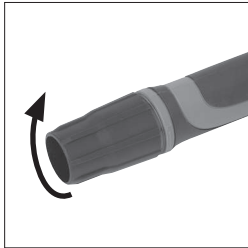

Abb. 1
- Lockern Sie die Hülsenmutter. **(Abb. 1)**